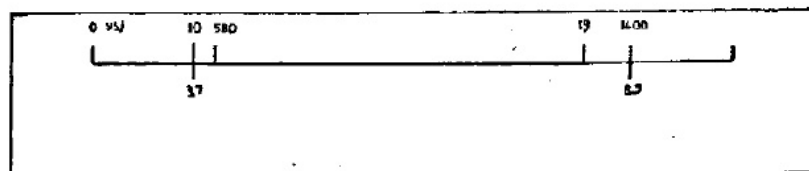

Fig. 1.
**PRELIMINARI.** — Prima di iniziare la taratura bisogna girare il regolatore di volume al massimo (tutto a destra) e così pure al massimo la selettività variabile (freccia in rilievo sulla manopola centrale tutto a sinistra). La taratura si deve eseguire con chassis smontato e quindi « senza la scala ». Perciò è indispensabile l'uso di una scala fittizia (fig. 1), che deve poter essere fissata sullo chassis, deve aver un indice applicabile sulla treccia di comando, ed infine deve riportare esattamente i punti di riferimento per la taratura.
Si porta ora l'indice sul segno 0 (515) (fig. 1) e lo si fissa alla treccia di comando.
recchio da tarare e portando pure l'indice sul segno corrispondente di 580 (vedi fig. 1).
**TARATURA DELLE OT.** — Anche in questo campo la taratura si fa in due punti: su 3,7 e 8,5 Mc. Si inizia da 3,7 Mc regolando l'oscillatore già collegato all'apparecchio come sopra, sulla medesima frequenza, spostando il commutatore su onde tropicali e l'indice in corrispondenza del segno 8,7 sulla scala (fig. 1).
Si tara ora su 8,5 Mc regolando l'oscillatore su tale frequenza e spostando l'indice in corrispondenza del segno 8,5 sulla scala (fig. 1).